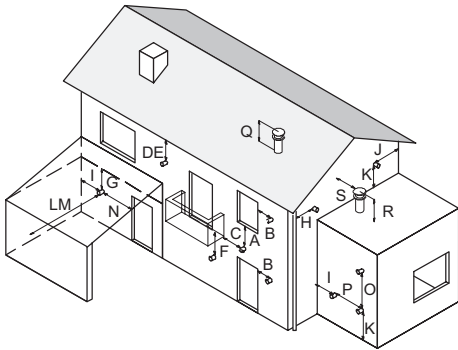

Fig. 5.13
- rispettare le distanze minime di Fig. 5.13 ed eventuali norme nazionali e locali vigenti.